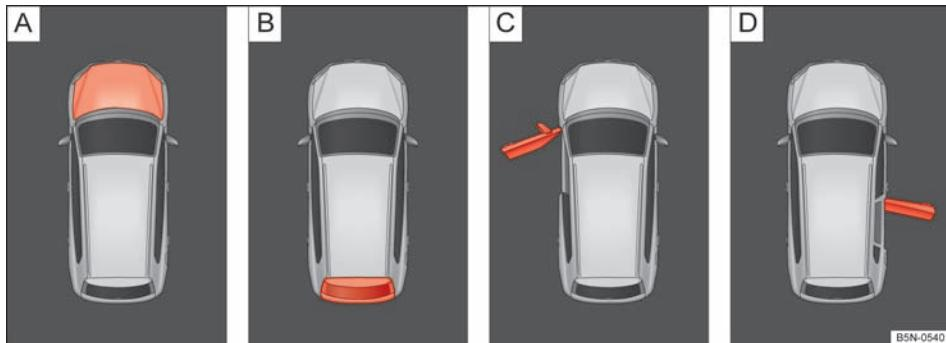

图 17 组合仪表显示屏中：车门、发动机舱盖和尾门的状态显示
状态 → 图 17：
- 车门、发动机舱盖和尾门未关闭 → 图 17